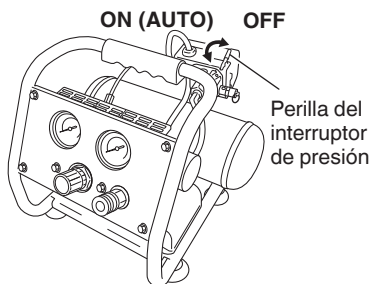
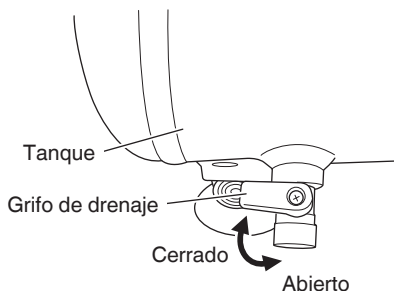

Fig. 2
Fig. 5
Cerórese de que el mando del disyuntor neumático esté en la posición "OFF". Si inserta el enchufe a un tomacorriente con el mando en la posición "ON (AUTO)" (Fig. 2), el compresor comienza inmediatamente a funcionar y podría causar lesiones serias.
Inserte el enchufe en el tomacorriente y opere el compresor utilizando la perilla del interruptor de presión. (Consulte la Fig. 2).
- (1) Coloque la perilla del interruptor de presión en la posición "OFF". (Consulte la Fig. 2).
- (2) Desconecte el enchufe del tomacorriente.
- (3) Abra el grifo de drenaje situado en la parte inferior del depósito (Fig. 5). La presión del tanque debe estar por debajo de 10 psi cuando se drene el tanque.
- (1) Coloque la perilla del interruptor de presión en la posición "OFF" y desconecte el enchufe del tomacorriente (Fig. 2).
- (2) Verifique primero las siguientes causas posibles: falta de ventilación apropiada, o una temperatura del aire exterior o de la habitación demasiado elevada.
- (3) Si el cable de extensión no cumple con las especificaciones indicadas en la página 28, cámbiela por la indicada en esta página 28. Si la capacidad de la fuente de alimentación es insuficiente, aumentela para eliminar la causa de la circulación de corriente excesiva (sobrecorriente).
- (4) Espere aproximadamente 20 minutos.
- (5) Póngalo en marcha. Si el motor sigue parándose durante la operación, póngase en contacto con el servicio técnico.
Drene el depósito diariamente, o después de 4 horas de utilización. Abra el grifo de drenaje e incline el compresor para vaciar el agua acumulada (Consulte la Fig. 5). La presión del tanque debe estar por debajo de 10 psi cuando se drene el tanque.